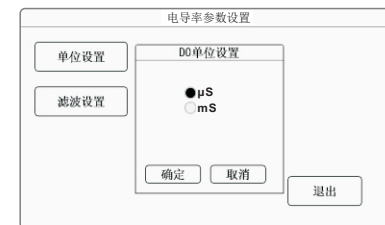

图2-45
- ◆ 单位设置：点击“单位设置”弹出如图2-45所示界面，有两种单位可供选择，选定后按【确定】键确认。